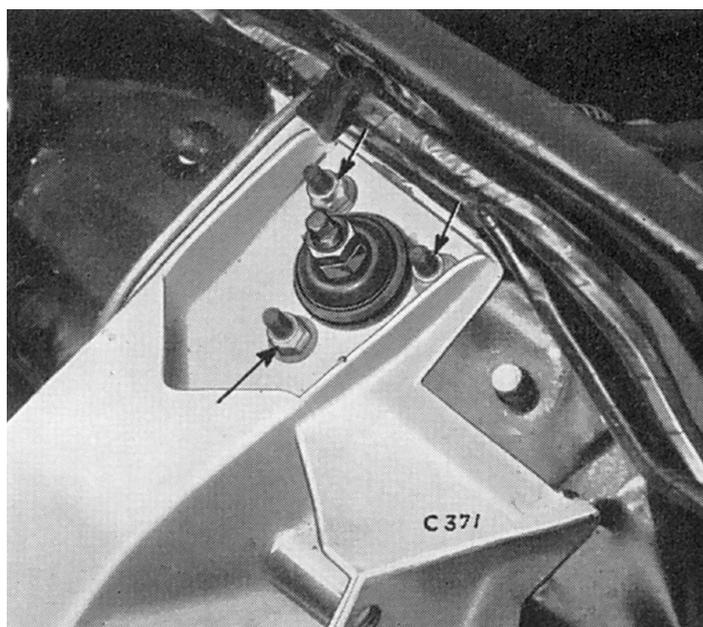

Fig. 26. Fixations du ressort et de l'amortisseur au faux-châssis
5. Enlever les trois écrous (4) et les rondelles (6) qui fixent la cuvette supérieure du ressort (7) au faux-châssis (voir Fig. 26).
6. Enlever l'écrou (18), les rondelles ordinaires (17) et (15) et le boulon (14) de l'oeil de fixation inférieur de l'amortisseur.